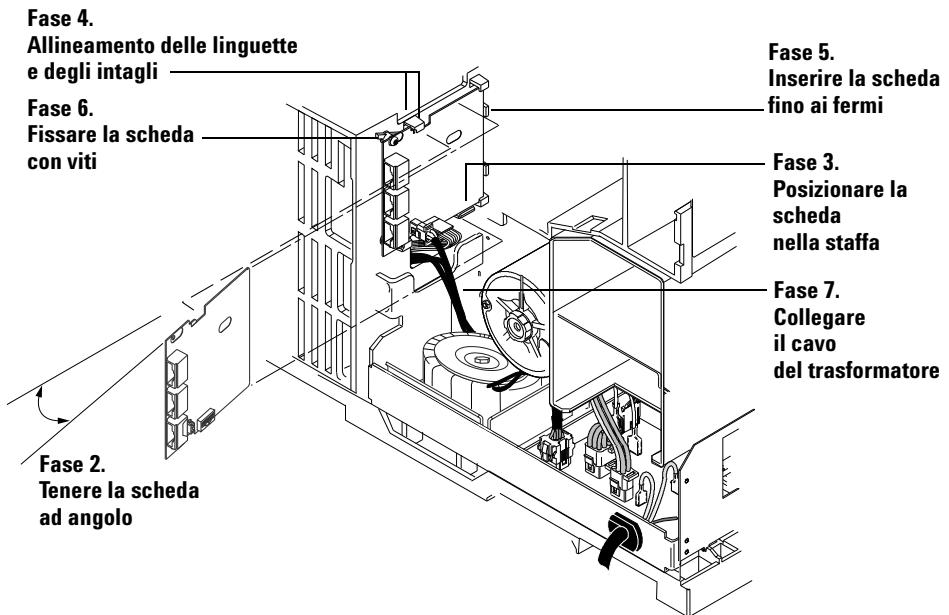
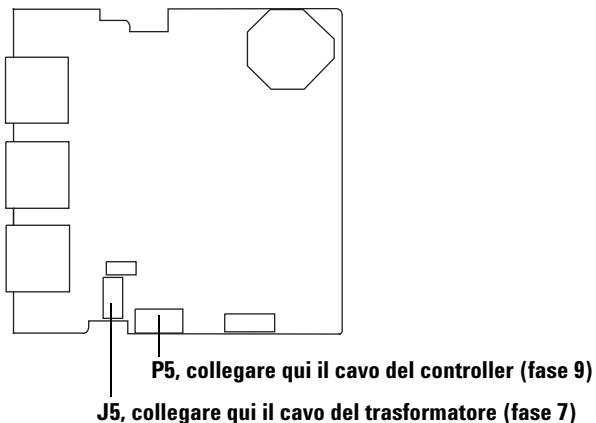
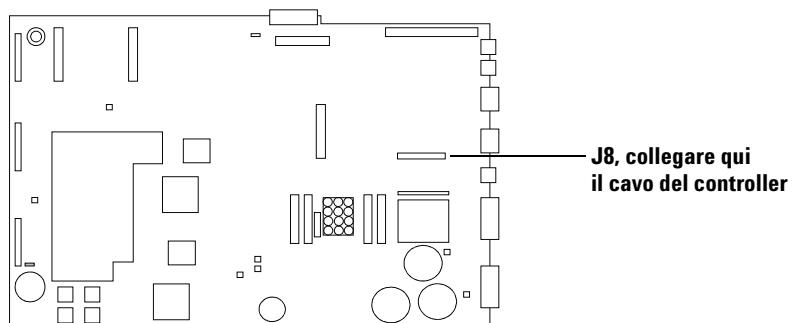

Figura 28 Installazione della scheda di interfaccia dell'ALS
Figura 29 Connettori di interfaccia dell'ALS
Figura 31 Scheda principale GC
- 2** Tenere la scheda in posizione verticale e leggermente angolata (Figura 28).
- 6 Fissare la scheda allo chassis utilizzando due viti. La scheda non deve essere sollecitata o piegata contro la linguetta di blocco (Figura 28).
- 7 Individuare il cavo a 2 fili che esce dal trasformatore e collegarlo alla scheda di interfaccia dell'ALS nel punto J5 (Figura 28 e Figura 29).
- 9** Collegare il cavo PCB del controller, codice n. G2612-60510, alla scheda principale nel punto J8 e alla scheda di interfaccia dell'ALS nel punto P5. Far passare il cavo attraverso l'intaglio nella scheda principale (Figura 29 e Figura 31).